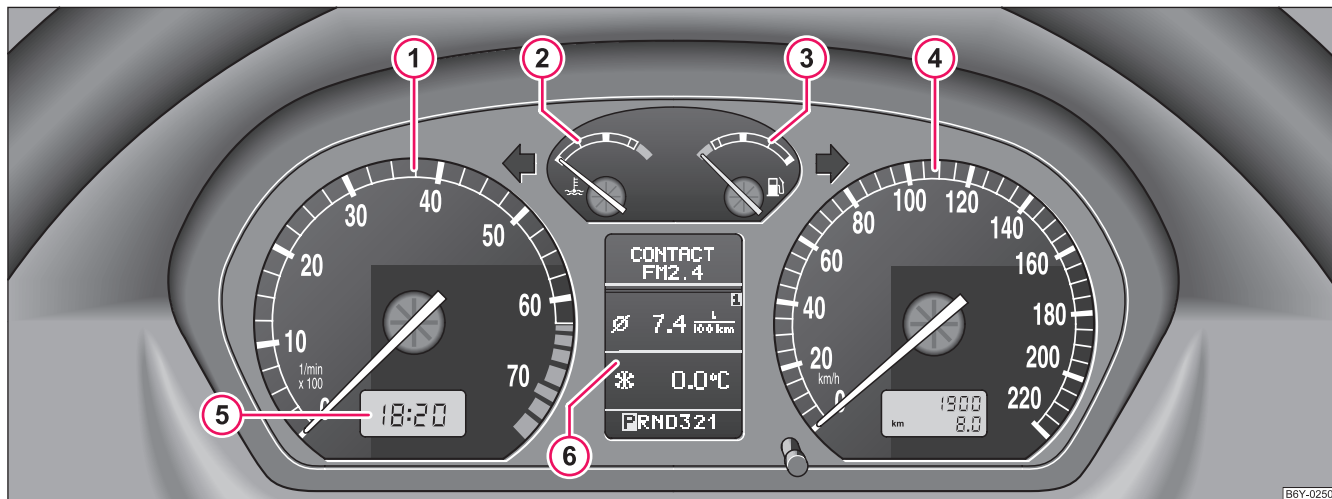

Fig. 3 Tabloul de instrumente
Începutul zonei roșii a turometrului ① ⇒ Pagina 12, Fig. 3, indică, pentru toate treptele de viteză, turația maximă admisă a motorului cald. Înainte de a atinge zona roșie a scalei viteza trebuie schimbată într-o treaptă superioară, respectiv trebuie aleasă poziția **D** a cutiei de viteze automate.
Indicatorul ② ⇒ Pagina 12, Fig. 3, începe să funcționeze doar atunci când contactul motor este pus.
Indicatorul de combustibil  ⇒ Pagina 12, Fig. 3 funcționează doar cu contactul motor pus.
Pentru reglarea ceasului se utilizează butonul de resetare, plasat sub turometru, în stânga ⇒ Pagina 12, Fig. 3.